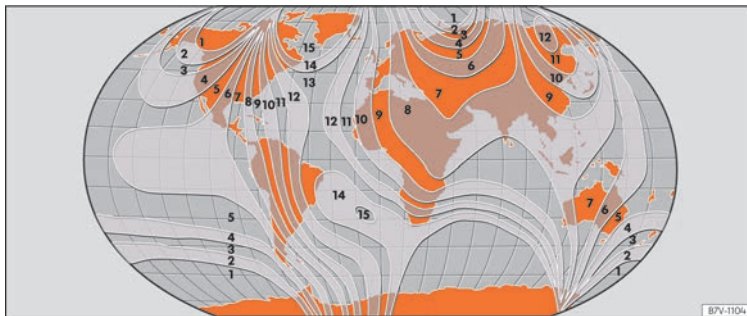

Abb. 80 Kompasszonen.
- Kompasszone entsprechend dem aktuellen Standort auswählen »» Abb. 80.